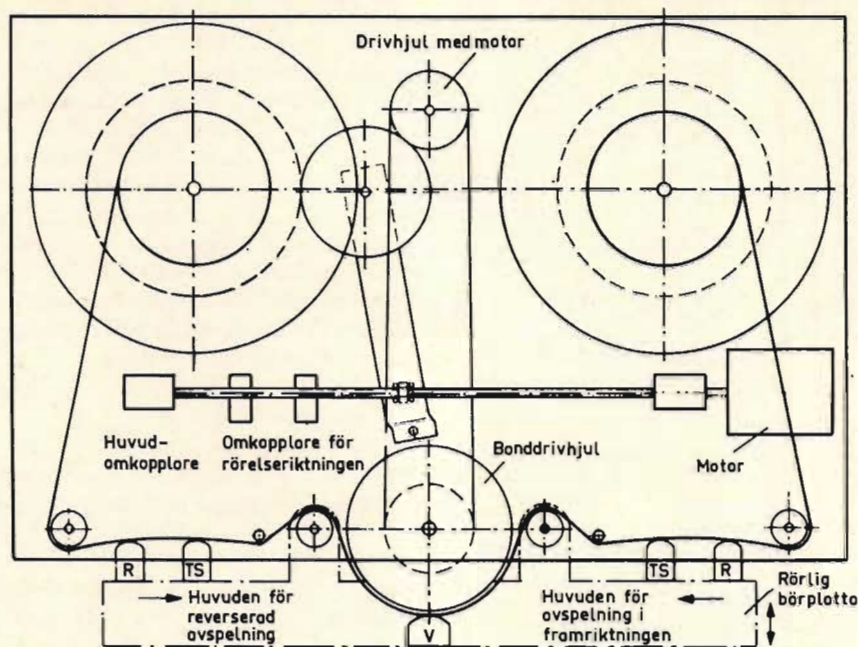

Fig 1. Principen för en videobandspelare med snabbframmatning av bandet. R=radérhuvud, TS=ton- och synkroniseringshuvud, V=videohuvud, G=drivhjul.
□ □ Den enklaste metoden att uppnå stor relativ hastighet mellan inspelningshuvud och magnetband visas i *fig 1*. På samma sätt som i en vanlig ljudbandspelare passerar här bandet förbi ett stillastående huvud. Detta ger naturligtvis en mycket kort speltid. En normalspole med 720 m band, kommer vid en bandhastighet på 6 m/s att ta slut efter 2 minuter.
Fig 1. Blockschema för Nordmendes Color-SelectaVision med elektronisk avsökning av Super 8-film med hjälp av Flying spot-avkännare (ljusfläcksvkännare) tillsammans med en färg-TV-mottagare. — Nedan: — Tab. över tillgängliga resp kommande återgivningsmedier och -system för TV-uppspelning av bild och ljud.